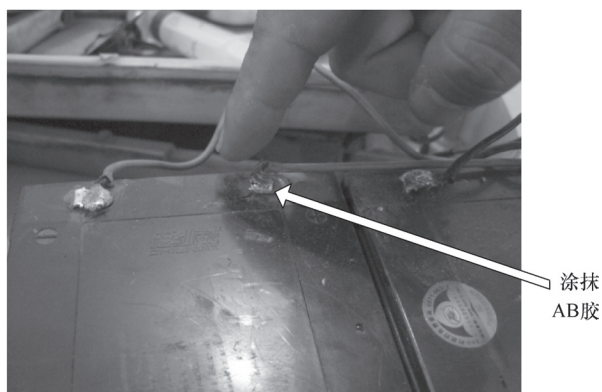

图 8-26 涂抹 AB 胶
6) 用 AB 胶涂上, 如图8-26所示。待胶凝固后, 重新焊接, 并在蓄电